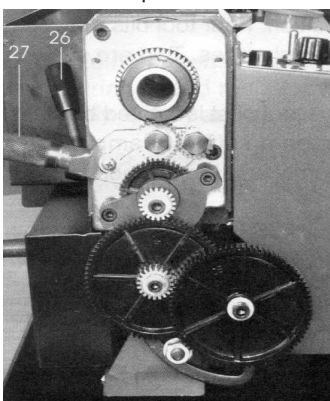

Рис. 1
Зубчатый механизм, показанный на Рис. 1, передаёт вращение винту подачи. Винт подачи работает, как червяк, и во время эксплуатации рукоятки автоподачи (15), которая крепится гайкой к винту подачи, передаёт вращение суппорту, а затем режущему инструменту. Таким образом, подача передаётся для нарезания резьбы и обточки. Частота вращения винта подачи и скорость режущего инструмента определяется конфигурацией коробки передач. Подробно Вы можете почитать об этом в разделе «Резьбонарезание».